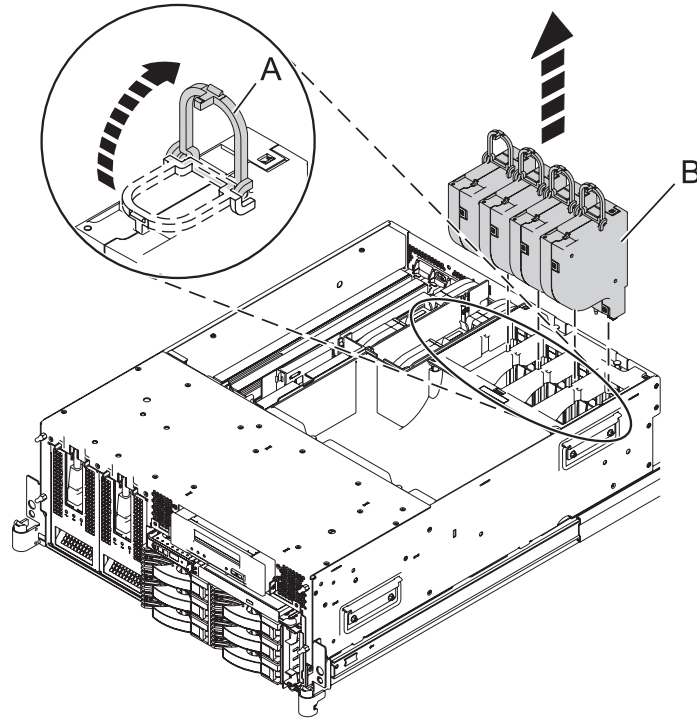

Figure 14. Retrait des ventilateurs
6. Retirez les ventilateurs en soulevant chacun des taquets d'extraction (**A**) puis en extrayant les ventilateurs (**B**) du système comme indiqué à la figure 14, à la page 19.